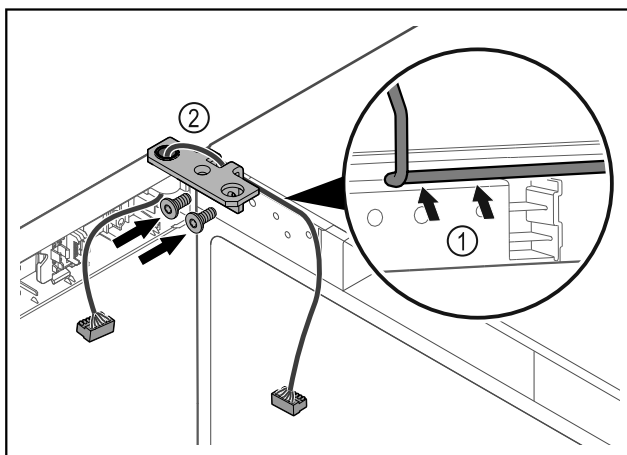

Fig. 42
- ▶ Kabel door de uitsparing van de scharnierhoek leiden en voorzichtig monteren Fig. 42 (1).
- ▶ Scharnierhoek Fig. 42 (2) vastschroeven.